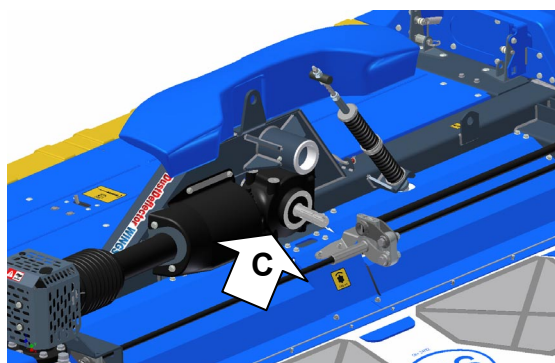

fig. 4
NOTAS: (1) La máquina se puede adaptar a tomas de fuerza con rotación izquierda o derecha girando 180° trastornado la caja par cónico C (fig. 4). En este caso, hay que colocar de nuevo el tapón de purga en la parte superior de dicha caja. **(2)** Sin chasis. **(3)** Como alternativa, existe también bajo pedido el kit aligeramiento de muelle.
NOTE: (1) Geräte mit Zapfwelle mit Links- oder Rechtsdrehung können umgerüstet werden, indem das Kegelradtriebgehäuse C (Abb. 4) um 180° verkehrt herum gedreht wird. In diesem Fall muss der Entlüftungsdeckel wieder an der Gehäuseoberseite angebracht werden. **(2)** Ohne Gestell. **(3)** Als Alternative ist auf Anfrage der Federlastreduzierungssatz erhältlich.